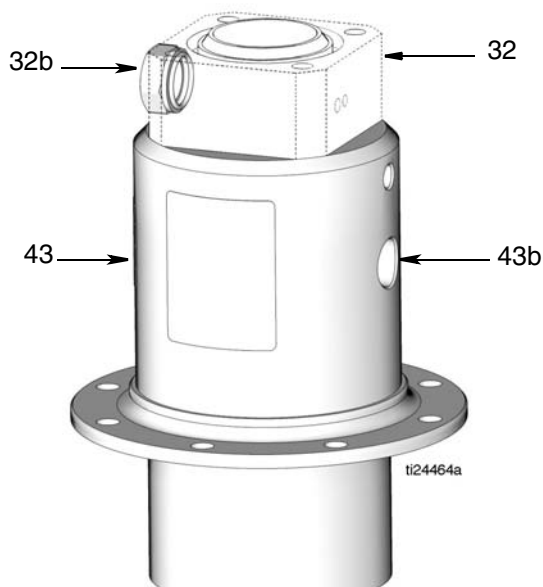

Рис. 25
ПРИМЕЧАНИЕ. Присоединяя корпус двигателя (43) к нижней крышке цилиндра (32), следите за тем, чтобы отверстие (43b) в корпусе двигателя и отверстие (32b) в нижней крышке цилиндра были направлены в противоположные стороны, как показано на Рис. 25.